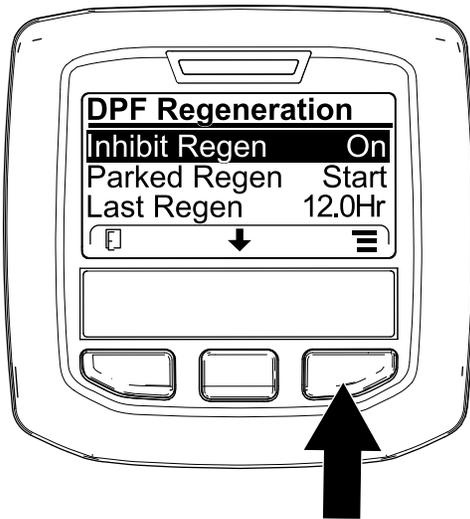
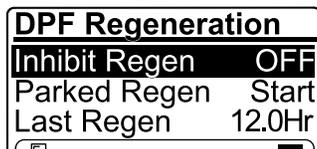

Figura 60
Figura 61
1. Vaya al menú de Regeneración del DPF, pulse el botón central para desplazarse hasta la opción INHIBICIÓN REGENERACIÓN, y pulse el botón derecho para seleccionar la opción Inhibir regeneración (Figura 60).
2. Pulse el botón derecho para cambiar el ajuste de Inhibir regeneración de Activado a Desactivado (Figura 60) o de Desactivado a Activado (Figura 61).